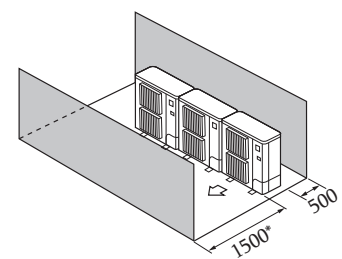

Fig. 2-12
- ④ Շրջապատող իրեր՝ միայն առջևից և հետևի մասում (Fig. 2-12)